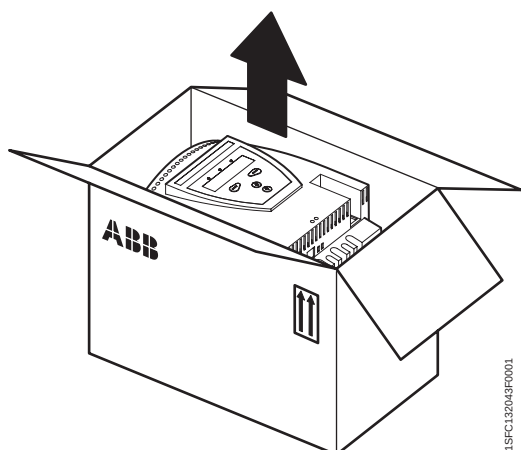

Figura 1: Embalagem
- Verifique se a embalagem se encontra com o lado correcto voltado para cima, figura 1.